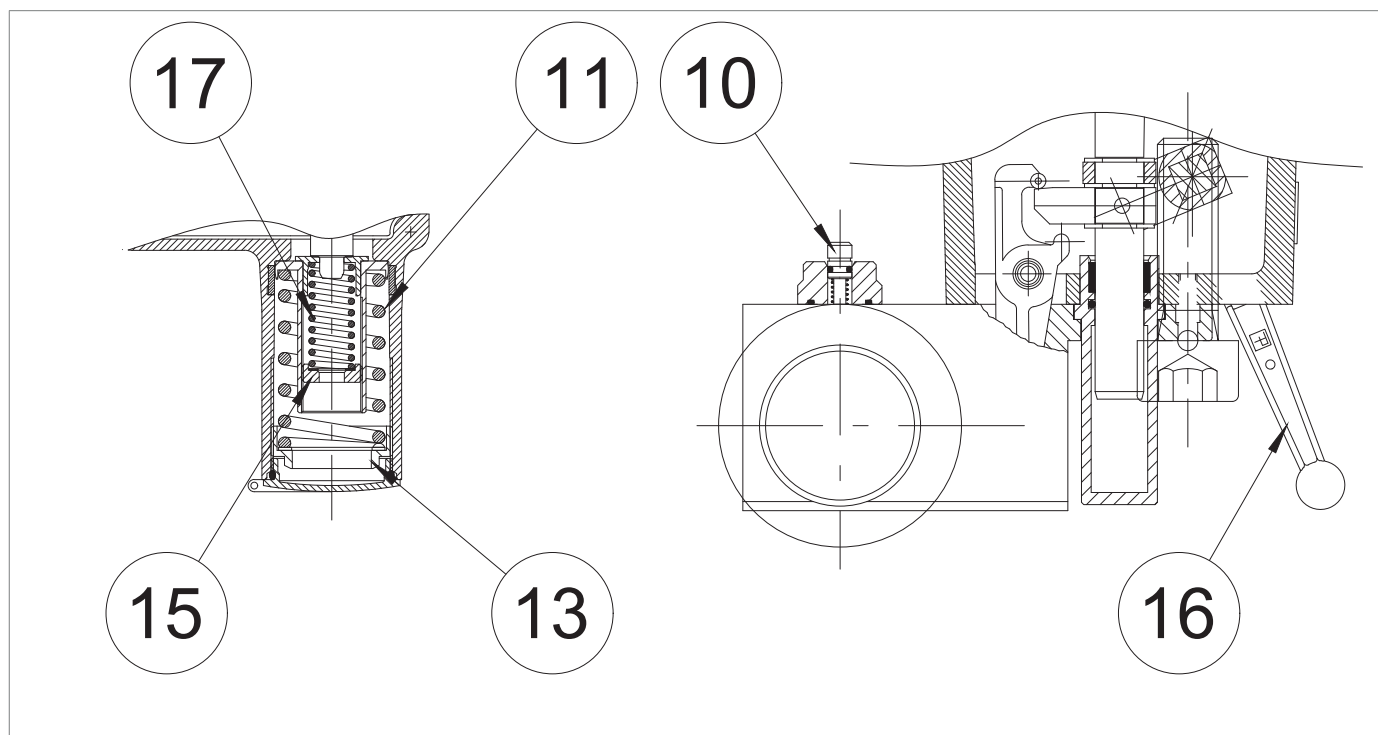

Fig. 8.34. Calibración de los presostatos modelos 102M/102MH a 105M/105MH
2	Compruebe que la válvula de bloqueo (9) esté en posición cerrada. ¡ATENCIÓN! Si la válvula de bloqueo (9) está en posición abierta, ciérrela mediante el botón manual (Fig. 8.34, ref.10).